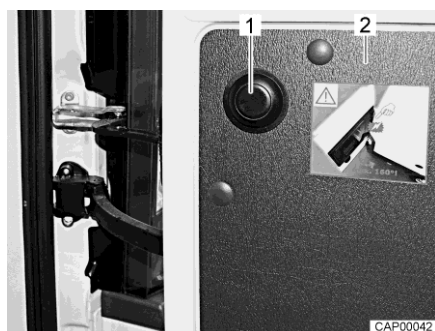

Fig. 20 Bottone a pressione per sbloccare la limitazione
- Aprire la porta di coda (Fig. 20,2) fino all'arresto.
- Premere il bottone a pressione (Fig. 20,1), tenere la porta di coda e aprirla ulteriormente con cautela.